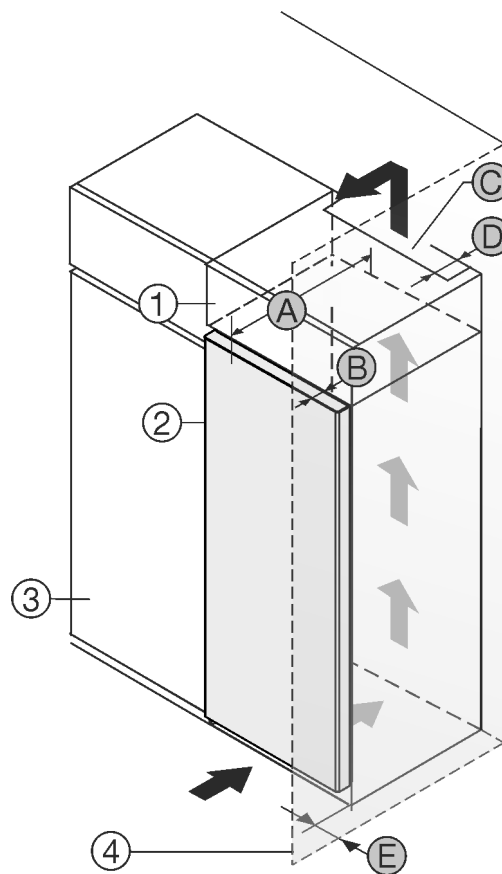

Fig. 1
Puede colocar el electrodoméstico junto al armario de cocina Fig. 1 (3).
En la parte posterior del armario superior debe estar disponible un pozo de ventilación con la profundidad Fig. 1 (D) sobre la totalidad del ancho de armario superior.
Debajo del techo debe respetarse la sección transversal de ventilación Fig. 1 (C).
Si el electrodoméstico se instala con las bisagras al lado de una pared Fig. 1 (4), la separación entre el mismo y la pared debe ser de por lo menos 13 mm.
Si el electrodoméstico se instala con las bisagras al lado de una pared Fig. 1 (4), la separación entre el mismo y la pared debe ser de por lo menos 20 mm.
A fin de poder abrir completamente la puerta, el electrodoméstico debe sobresalir alrededor de la profundidad de la puerta Fig. 1 (B) en comparación con la parte frontal del armario de cocina Fig. 1 (3) y el empleo de separadores de pared el aparato puede sobresalir aún más.